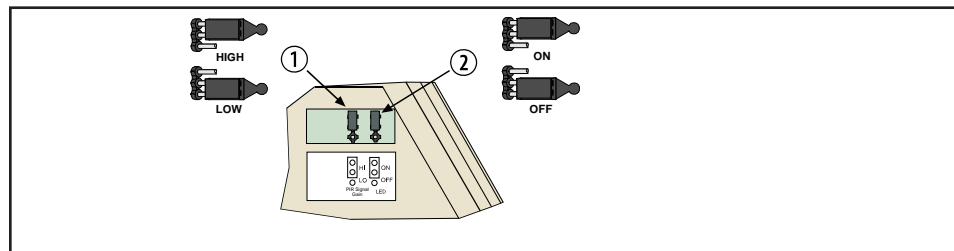

Bild 5.1: Funktionsval
Se Bild 5.1. För att välja placeringar du kontakten över lämpliga stift (1). Om ingen bygelkontakt sätts över "HÖG/LÅG"-stiften ställs detektorn in på "Hög". Låg känslighet (LO): Det är den rekommenderade inställningen för de flesta installationer. Den här inställningen klarar utsatta miljöer. **Detektorn levereras i känslighetsläget "Låg".**
**Hög känslighet (HI):** Används på platser där låg känslighet inte ger tillräcklig detektionsnivå. Den här inställningen klarar endast små miljömässiga förändringar.
Se Bild 5.1. Positionen ON möjliggör drift av lysdioden (2). Om du inte vill använda lysdiodsindikationer efter konfiguration och gångtest ska positionen anges till OFF.